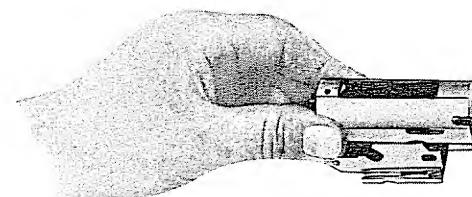

Fig. 28
- a) Accoppiare il carrello con biella, all'otturatore (fig. 28).
- a — assemble slide with its connecting rod to the bolt (fig. 28).
- a — assembler la pièce de commande du verrou et sa bielle avec le bloc de culasse (fig. 28)*